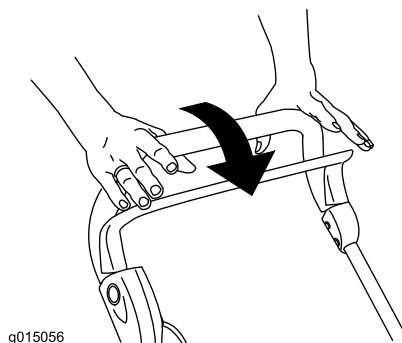

Figura 12
1. Suelte la barra de control (Figura 12).